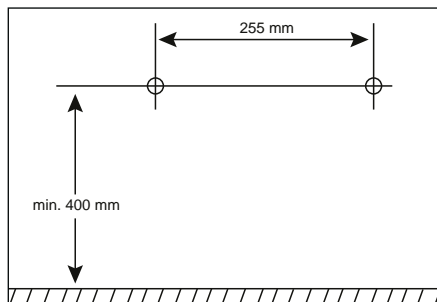

Fig. 3
- ❶ **Nota:** (1) Prima del montaggio è necessario verificare quali tasselli siano idonei per il luogo di montaggio previsto. Si consiglia di utilizzare tasselli con un diametro di 6 mm. In caso di dubbi rivolgersi ad un esperto.
- (2) Quando si sceglie il luogo di montaggio, assicurarsi che nelle vicinanze vi sia una presa elettrica adeguata che il cavo di alimentazione possa comodamente raggiungere.
- (3) Per il montaggio a parete il supporto ❶ non deve essere applicato.
- ◆ Tracciare due fori ad un'altezza minima di 400 mm e una distanza di 255 mm (vedere fig. 3).